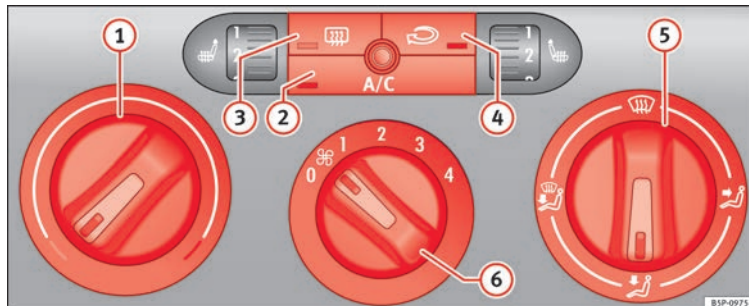

Fig. 115 Comandi del Climatic sulla plancia portastrumenti.
- Le manopole » fig. 115 ① e ⑤ e la manopola ⑥ servono rispettivamente a impostare la temperatura desiderata, a indirizzare il flusso d'aria e a selezionare il livello di potenza della ventola.
- Per attivare o disattivare una funzione bisogna premere il tasto corrispondente ②, ③ o ④. Quando la funzione è attiva, la spia situata nell'angolo in basso del tasto si illumina.
- ① Manopola di regolazione della temperatura » pagina 118
- ② Tasto **A/C** - Accendere o spegnere il climatizzatore » pagina 118
- ③ Tasto - Lunotto termico. Questa funzione si spegne automaticamente dopo circa 20 minuti. Se si desidera spegnerlo prima bisogna premere il tasto relativo.
- ④ Tasto - Funzione di ricircolo » pagina 119
- ⑤ Manopola di regolazione della ripartizione del flusso d'aria » pagina 118
- ⑥ Comando del ventilatore. Il volume del flusso d'aria è regolabile su quattro livelli.
- Accendere il climatizzatore con il tasto **» fig. 115** .